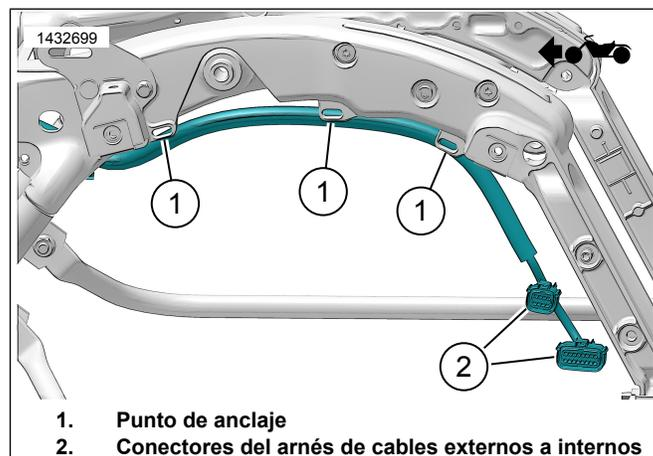

Figura 10. Colocación del arnés de cables principal (Típico)
1. Vea la Figura 10. Enrute el arnés de la alforja externa a lo largo del bastidor. Utilice las correas de los cables para instalar el arnés en los puntos de anclaje (1). No apriete excesivamente la correa de cables.
Vea la Figura 10. Conecte el arnés externo de la alforja al arnés interno (2) de la alforja.